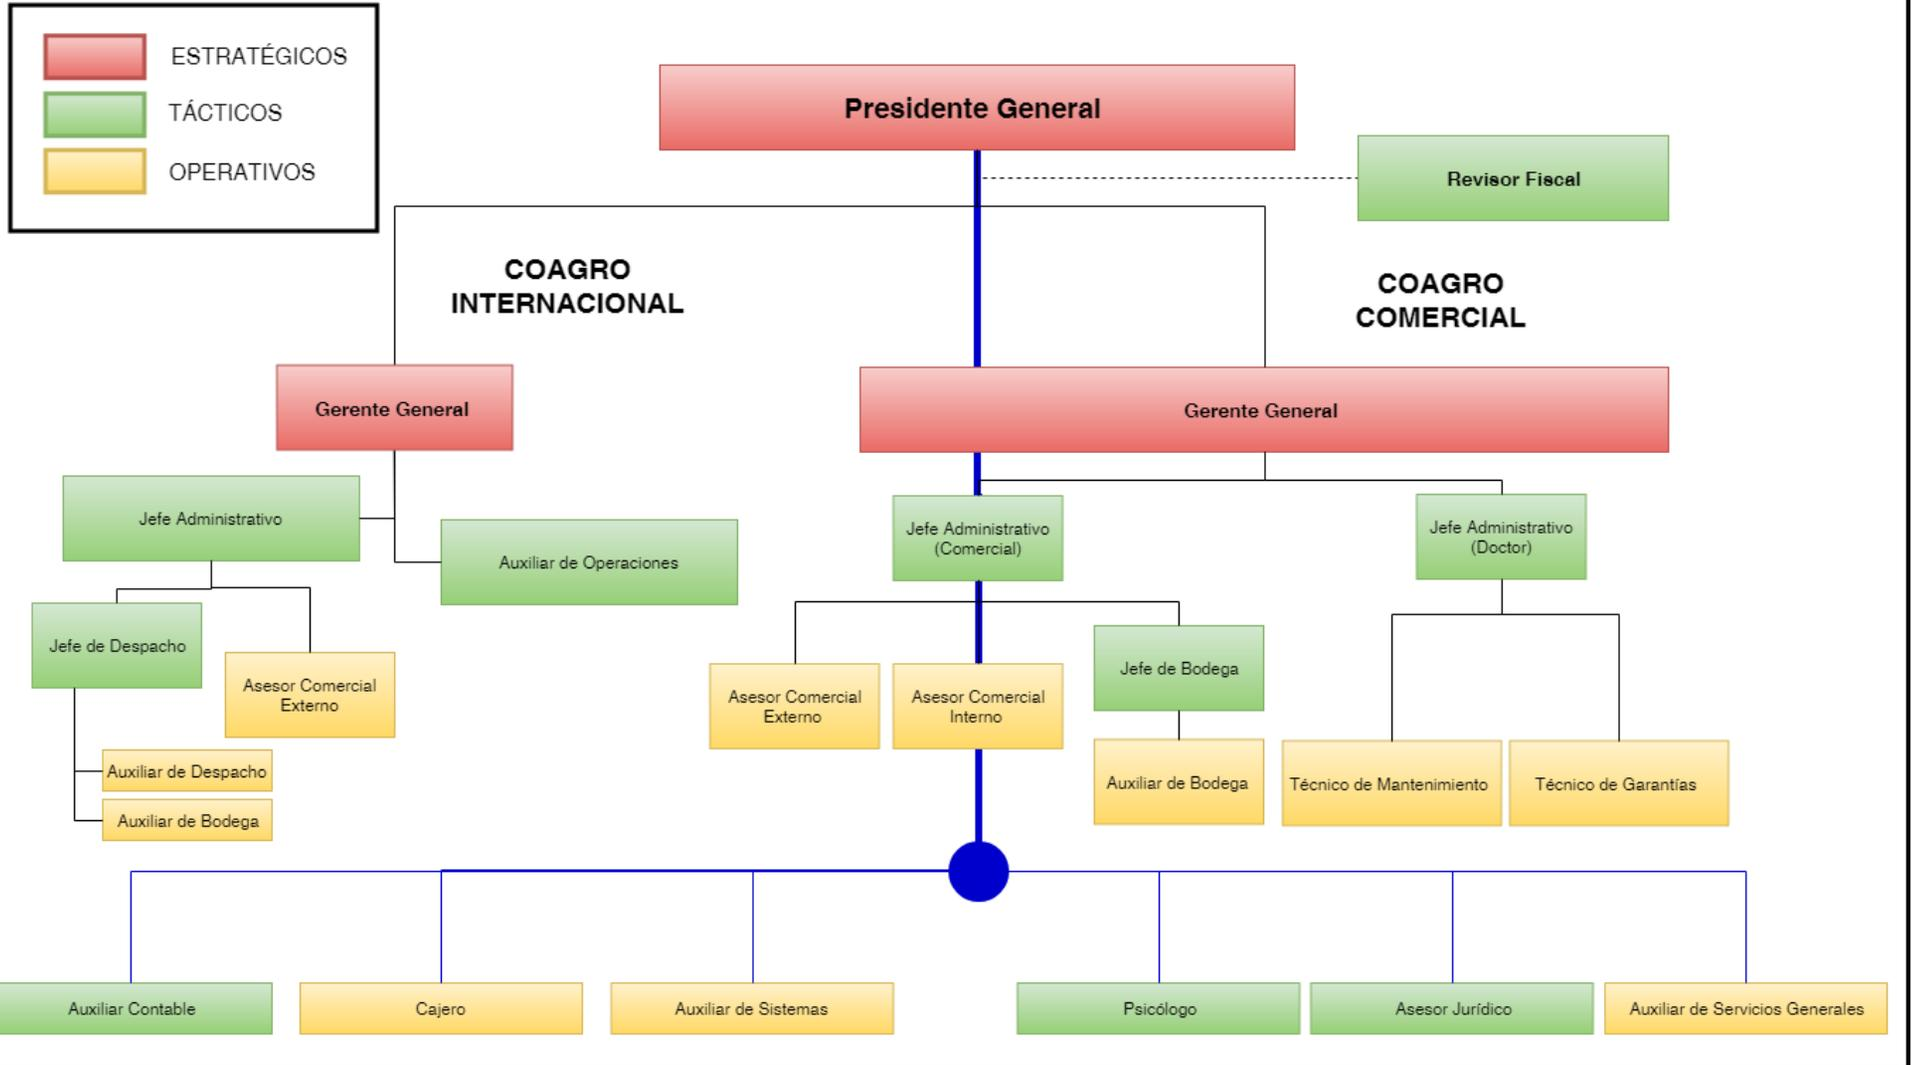

Figura 23. Estructura organizacional propuesta para el grupo empresarial Coagro
Finalmente, el uso de las herramientas de análisis expuestas con anterioridad, dió como resultado el diseño de la nueva estructura organizacional con enfoque de procesos, que busca satisfacer las necesidades de la empresa y responder las exigencias del cliente. Evidenciando, dos (2) unidades comerciales (Coagro Internacional y Coagro Comercial) con 24 cargos; que se agrupan en once (11) cargos operativos, diez (10) tácticos y tres (3) estratégicos. En síntesis, dos (2) cargos adicionales a los identificados en el capítulo 6 y variaciones en el agrupamiento observado (seis (6) cargos operativos, siete (7) tácticos y nueve (9) estratégicos) (ver Figura 23 y Tabla 8).